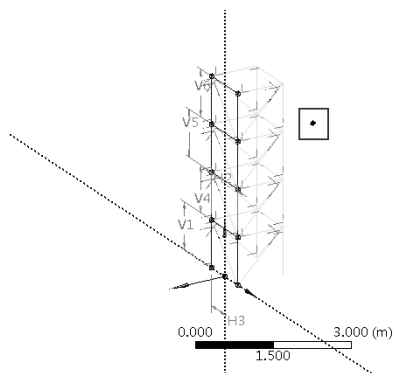

图 5-57 创建点模型
Step21: 单击工具栏上的  Generate 按钮, 如图 5-57 所示, 创建了一个点。